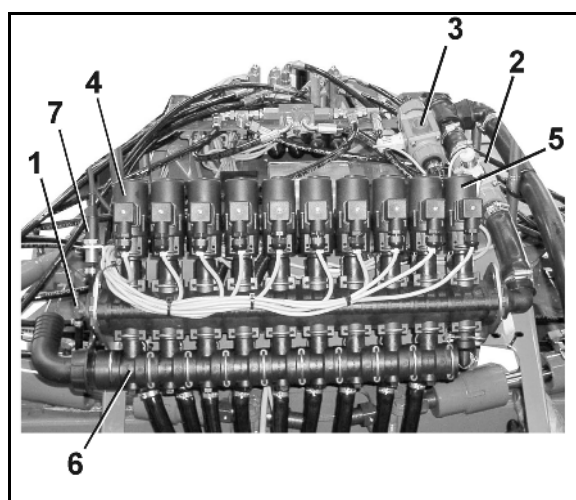

Fig. 86
| | (9) Robinetterie de rampe, voir Fig. 86 |